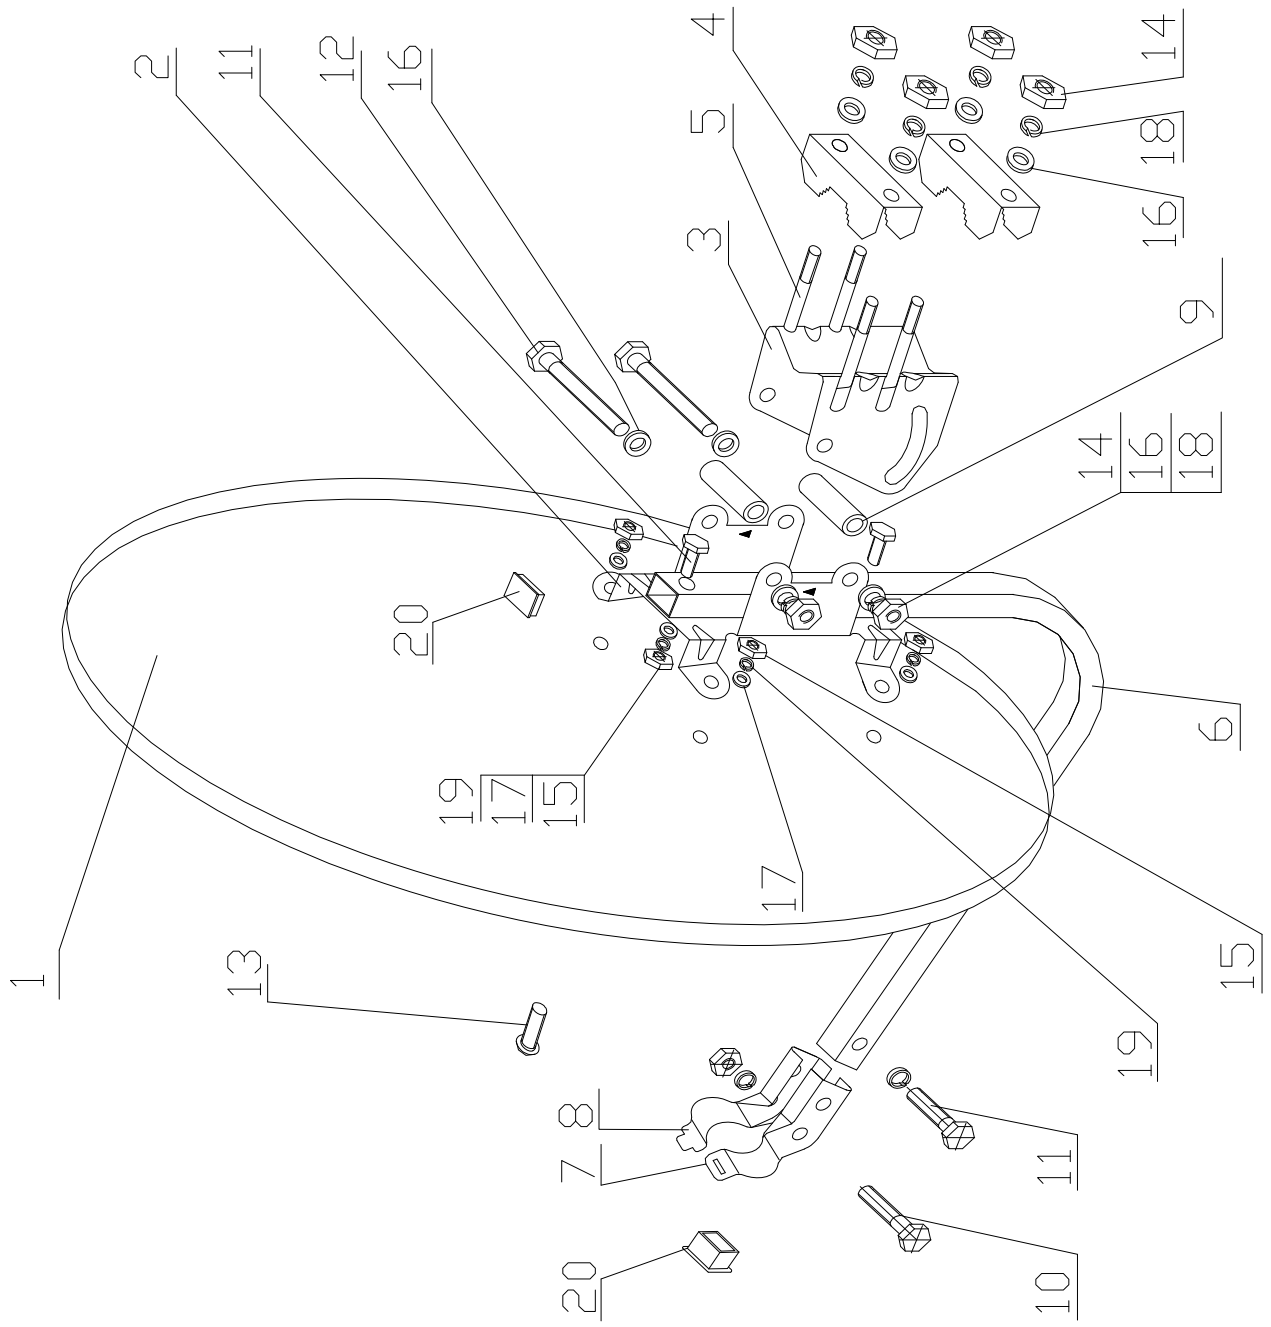

Рис. 2
Сборка антенны производится в соответствии с рис. 2.
1. Закрепить дугу конвертородержателя на опоре 2 винтами М6х30 (поз.11, см.Рис.2).
4. Установить держатель облучателя (поз.7/8) вместе с облучателем на дуге конвертородержателя, для чего: вставить выступ на левой половине конвертородежателя в паз на правой половине конвертородежателя, обхватить ими облучатель и закрепить все в сборе на дуге конвертородержателя болтом М6х30 (поз.11). Установить дополнительно болт М6х35 (Рис.2, поз.10). Сильно не затягивать.